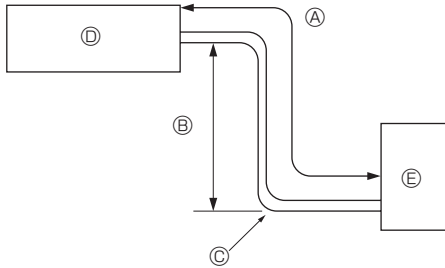

Fig. 2-1
2.1. Kylmäaineputki (Fig. 2-1)